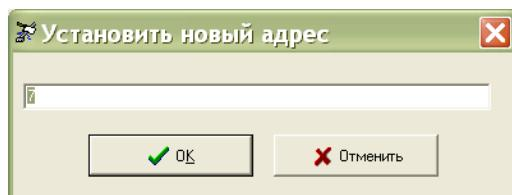

Рисунок 13
7) В открывшемся окне «Установить новый адрес» ввести требуемый адрес, нажать на кнопку «OK» (рисунок 13). Адрес БПДД-CAN будет изменен.